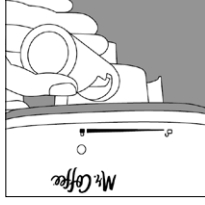

Figura 2
4. Inserte el portafiltro vacío (sin granos de café) en la máquina en la izquierda y gire hacia la derecha para asegurar en su lugar (*Figura 2*). Esto puede resultar difícil la primera vez que se intenta, pero no se preocupe. La mejor manera de aprender es mirando la